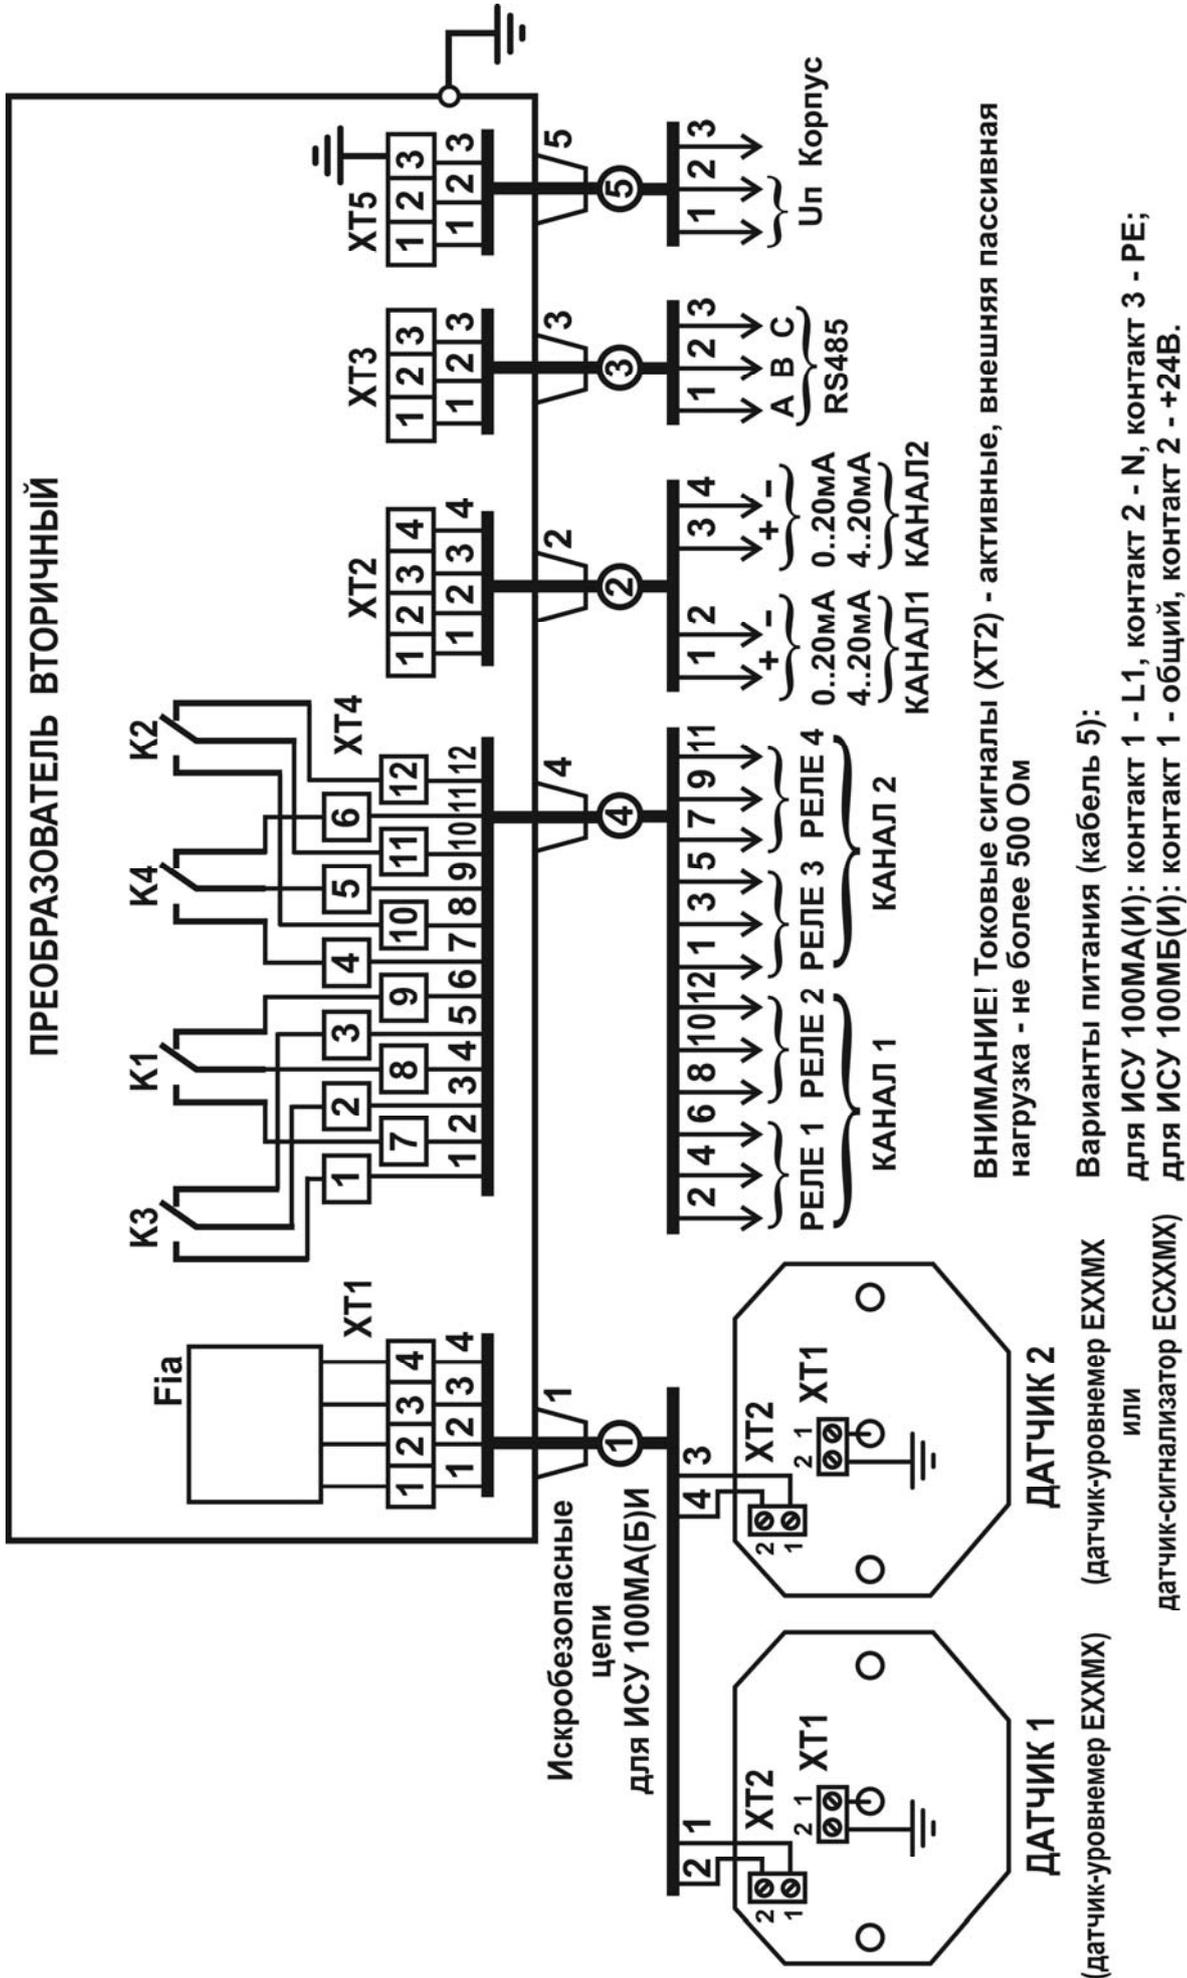

Рисунок 9 – Схема подключения
2.1.9 Электрический монтаж должен выполняться в соответствии со схемой подключения (рисунок 9) проводом или кабелем с медными жилами сечением 0,75 -2 мм² и внешним диаметром от 7,5 до 12,5 мм.